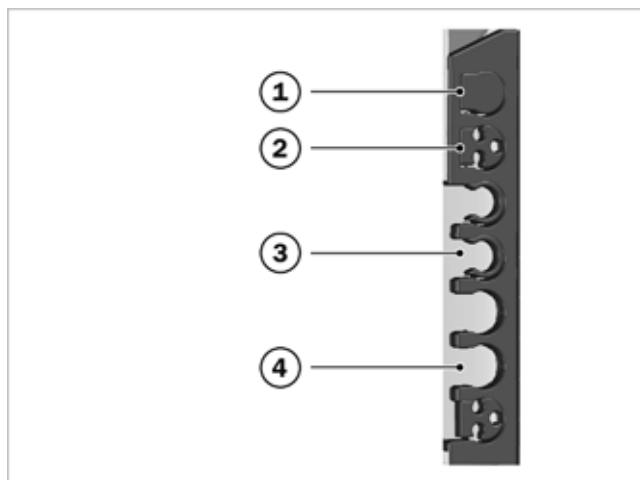

Fig. 21: inserti dei tubi passanti
4. Posizionare l'altra estremità con una riduzione da 3 (vedere → Fig. 21, 2) in modo che passi attraverso un passaggio tubo a destra o sinistra del telaio. Fare attenzione alla pendenza.
2. Montare la tubazione del gas con una riduzione da 3 (vedere → Fig. 21, 2) attraverso uno dei passaggi superiori, sul lato destro o sinistro del telaio.